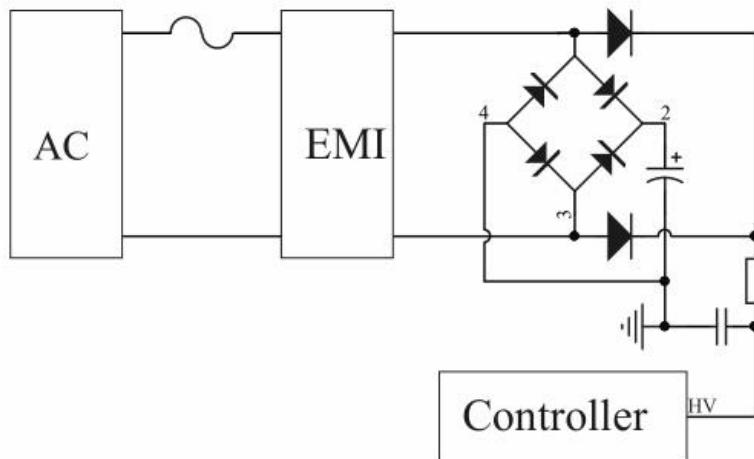

图 1：高压启动电路
DK075GF 包含多功能高压 (HV) 引脚。为达到快速启动，内部集成了高压启动电路，可以快速启动电源同时能够有效降低待机功耗，如图 1 所示，能够快速准确监测输入电压，在输入掉电